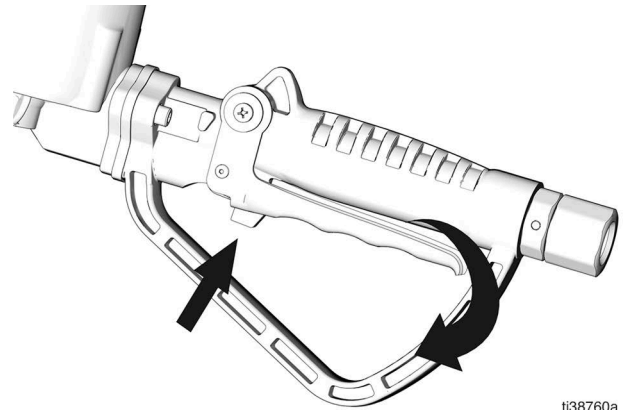

图 5
6. 按下扳机锁按钮将扳机阀锁定在打开位置（图 5）。
7. 按住扳机锁按钮的同时慢慢松开扳机（图 5）。